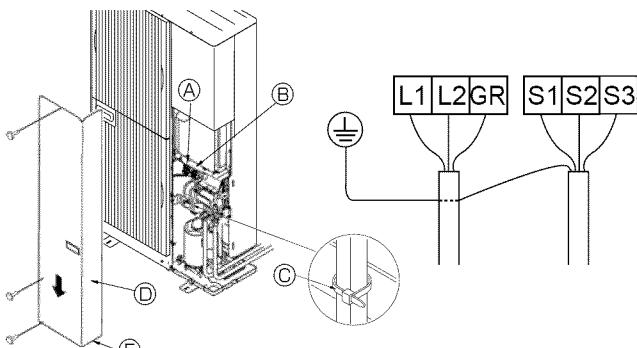
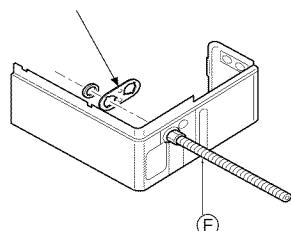

Fig. 7-1
Fig. 7-2
### 7.1. Appareil extérieur (Fig. 7-1) (Fig. 7-2)
- ① Retirer le panneau de service.
- ② Relier les câbles conformément à la Fig. 7-1.
- ③ Des plaques de montage pour les conduits ( $\varnothing 22$  mm [7/8"]]) sont fournies. Faites passer le câble d'alimentation et les câbles de transmission par l'orifice à dégager approprié, puis enlevez la pièce superflue de l'orifice situé en bas du bloc de sorties et connectez les fils. (Fig. 7-2)
- ④ Attachez le câble d'alimentation au bloc de sorties en utilisant le manchon pour la force de tension (Connexion PG ou similaire).